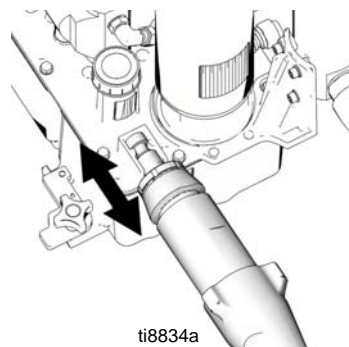

FIG. 20
1. (Fig. 20) Sätt vid behov upp pumpen i justeringsfästet och dra i pumpen så att stängningen förlängs.